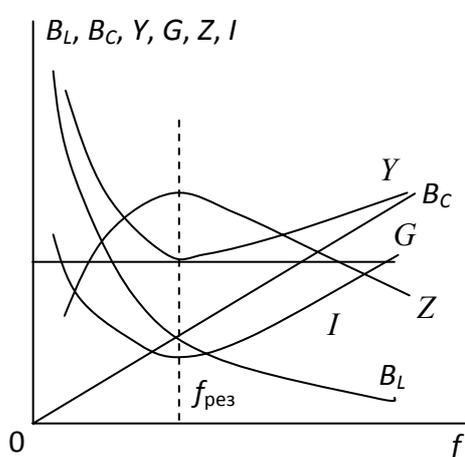

Рис. 5.7. Частотные характеристики
6. По полученным результатам теоретических расчетов постройте так называемые частотные характеристики – зависимости изменения параметров  $B_L$ ,  $B_C$ ,  $G$ ,  $Y$ ,  $Z$  и  $I$  от частоты  $f$ . Примерный вид этих зависимостей приведен на рис. 5.7.